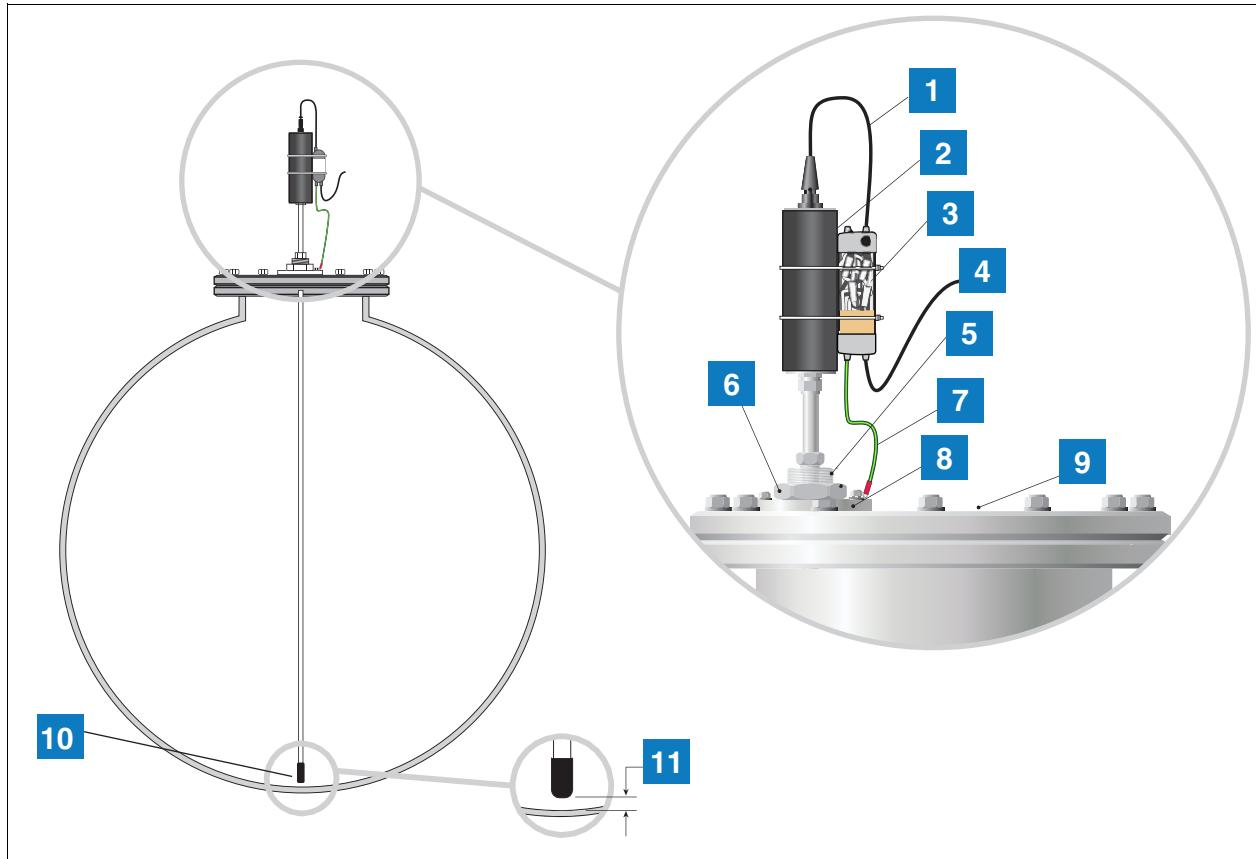

Figura 6 Installazzjoni tas-Sonda Mag taż-Żona 1 b'Konnessjoni tal-Proċess (Glandola)
Ċerti installazzjonijiet jistgħu jeħtieġu arrangiament differenti ta' mmuntar tas-sonda li jikkonsisti f'konnessjoni tal-proċess (glandola) immuntata direttament mal-ghażi tat-tank kif muri f'Figura 6 Iridu jiġu pprovduti tapping iddedikat jew flanġ adattat jew threads li huma tapped G2 inch 11 għal kull pulzier għal DIN 2999 (BS2779). Qabel ma tinstalla jew tagħmel manutenzjoni għas-Sonda Manjetostrittiva, neħhi d-dawl input AC li dieħel fil-Console ta' TLS u ara li l-console hija mitfija. Matul il-manutenzjoni, aqla' l-kejbil tas-sonda u neħhi s-sonda mit-tank.
1. Ara Figura 6 sabiex tara x'għodda għandek bżonn biex tleсти din l-installazzjoni.
7. Qabbad il-kejbil leader tas-sonda mal-wajers tal-kamp billi tuża kaxxa ta' ġunzjoni li tiflaħ għat-temp jew protettur kontra vultaġġ għoli b'kanal doppju fakultattiv (P/N 848100-002) kif muri fil-Figura 6.
TIFSIRA GHALL-KAXXI B'NUMRU F'Figura 6